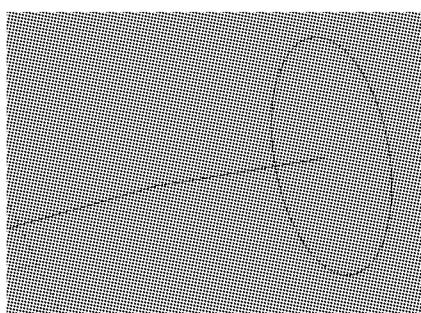

图 3-26 封闭线与轨迹线
(1) 创建一条封闭的曲线和一条轨迹线,并将曲线移动的轨迹线的一端并与之垂直,如图 3-26 所示。